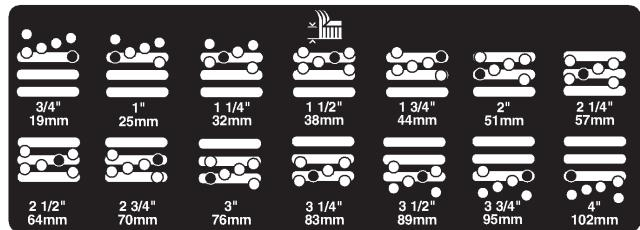

図3
5. 希望の刈り高にチェンバを合わせ、その刈り高の穴とスロットにスペーサを通す(図3)。